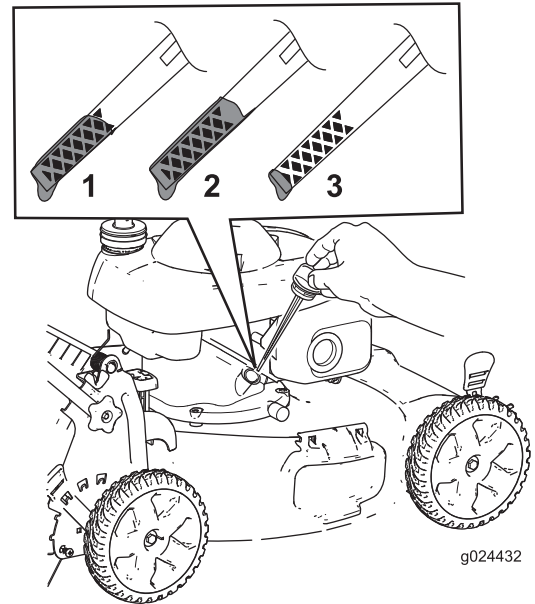

Figura 22
3. Retire la varilla (Figura 22).
10. Observe en la varilla el nivel de aceite (**Figura 22**).